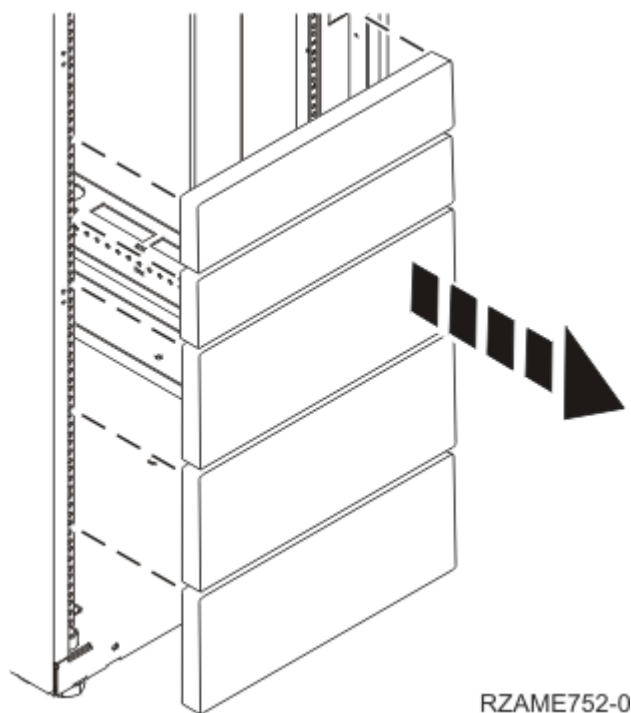

Figura 1. Înlăturarea panourilor de umplură
3. Dacă este necesar, înlăturați panourile de umplutură, pentru a permite accesul în interiorul incintei dulapului, acolo unde intenționați să amplasați unitatea, după cum se arată în Figura 1 la pagina 3.